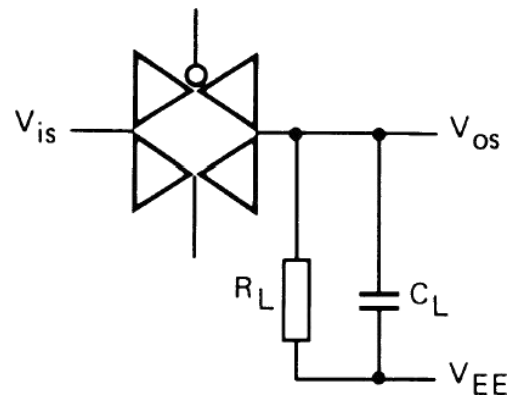

图 4
- $R_L=10K\Omega$ ;  $C_L=15pF$ ; 通道开通;  $V_{is}=V_{DD} (P-P) / 2$  (正弦波, 在  $V_{DD}/2$  处对称),  $f_{is}=1KHz$ ; 如图 4 所示
- $R_L=1K\Omega$ ;  $C_L=5pF$ ; 通道关断;  $V_{is}=V_{DD} (P-P) / 2$  (正弦波, 在  $V_{DD}/2$  处对称);  $20lg(V_{os}/V_{is})=-50dB$ ; 如图 4 所示
- $R_L=1K\Omega$ ;  $C_L=5pF$ ; 通道开;  $V_{is}=V_{DD} (P-P) / 2$  (正弦波, 在  $V_{DD}/2$  处对称);  $20lg(V_{os}/V_{is})=-3dB$ ; 如图 4 所示